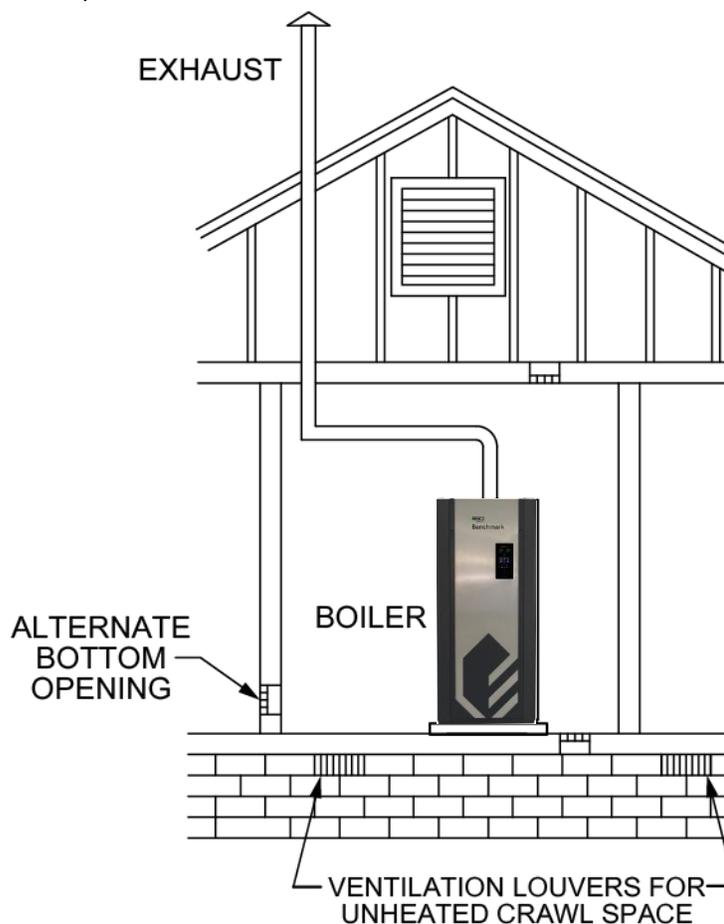

Figure 3 : Tout l'air de combustion de l'extérieur - Air d'entrée du vide sanitaire ventilé et de l'air de sortie vers le grenier ventilé
1. Lors de la communication directe avec l'extérieur ou de la communication avec l'extérieur par des conduits verticaux, chaque ouverture doit avoir une surface libre minimale de **1 pouce² par 4 000 BTU/h (550 mm²/kW)** d'entrée nominale totale de tous les appareils dans l'espace (voir les figures 3 et 4).